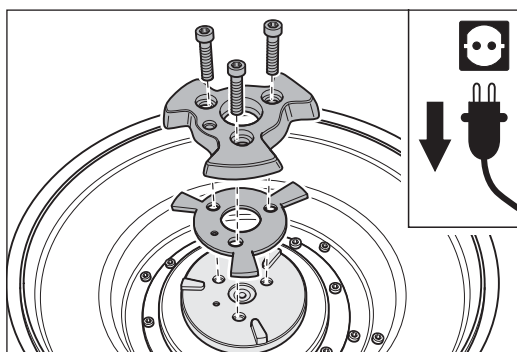

Fig. 33 Sustitución del alojamiento del plato y del amortiguador de golpes.
- 6 Saque el amortiguador de golpes (fig. 33).